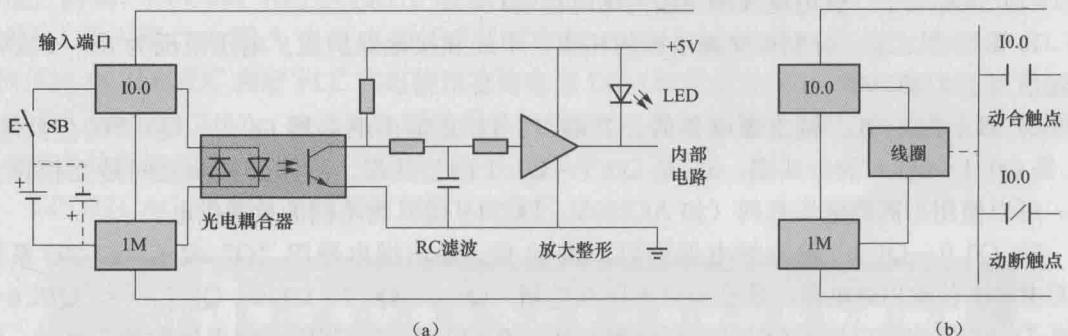

图 1-3 输入继电器电路与符号
(1) 中央处理器 CPU。CPU 是 PLC 的运算和控制中心，协调系统工作。
(2) 存储器。只读存储器 ROM 中固化着系统程序，用户不可以修改。随机存储器 RAM 中存放当前工作数据。用户程序存储在电可擦除存储器 EEPROM 中，将会永久保存，断电后不会丢失，但程序的大小不能超过用户程序区空间的大小。
(3) 电源。PLC 的电源是一种将外部电源转换为 PLC 内部元器件使用的各种电压（通常为 5V、24V DC）的开关稳压电源。
(4) 通信端口。通信端口是 PLC 与外界进行交换信息和写入/读出用户程序的通道，S7-200 系列 PLC 的通信端口类型是 RS-485。
(5) 输入继电器。输入继电器用来完成输入信号的引入、滤波、放大整形及电平转换，输入端口电路（以 I0.0 为例）如图 1-3 (a) 所示。输入端口电路的主要器件是光电耦合器，光
在编写用户程序时，则把输入继电器电路等效为输入继电器（即软继电器），如图1-3(b)所示。与物理继电器的结构类似，在用户程序中输入继电器也有动合和动断两种类型的触点，但不同的是软继电器触点的数量是无限的。与物理继电器的动作类似，当按下按钮SB时，相当于输入继电器I0.0线圈处于通电状态，在程序中I0.0动合触点闭合，动断触点断开；当松开按钮SB时，相当于输入继电器I0.0线圈处于断电状态，程序中I0.0动合触点恢复断开，动断触点恢复闭合。由于输入继电器的线圈受PLC外部电路的控制，所以在用户程序中通常只出现输入继电器的触点，而不出现输入继电器的线圈。